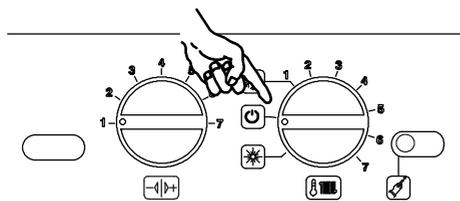

Figura 6.9
- Spegnerla caldaia portando il selettore di funzione 11 sulla posizione "U" come in Figura 6.9.